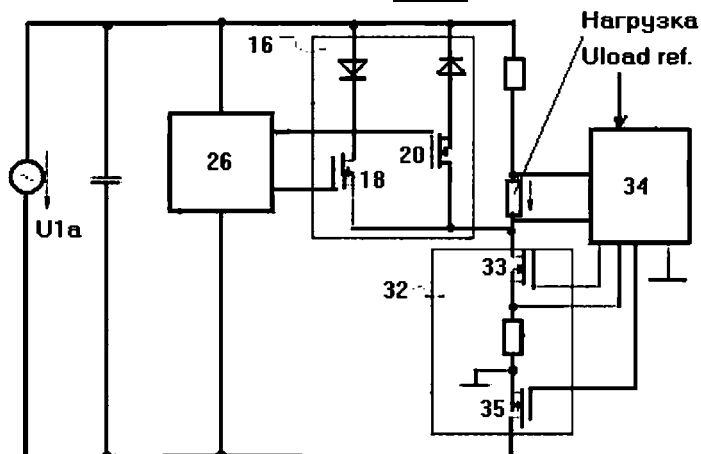

рис.3
**рис.3** показаны первый переключатель переменного тока 16 и второй такой же переключатель 32. Первый из них управляется мощными транзисторами 18 и 20, второй - транзисторами 33 и 35. Управляющие напряжения для первого блока вырабатывает блок драйвера 26, для второго - блок регулирования 34. Регулировка осуществляется как по колебаниям напряжения питания, так и по колебаниям тока нагрузки.